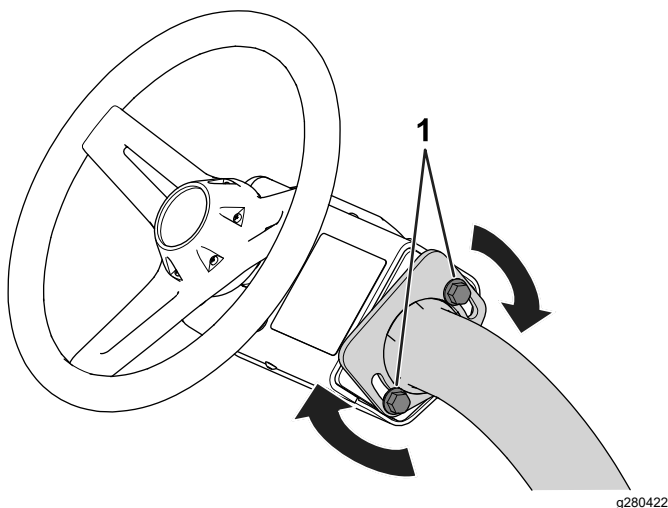

Figure 26
1. Desserrez les boulons (Figure 26) qui fixent le volant au bras de direction.
3. Resserrez les boulons (Figure 26) pour bloquer le volant à la position choisie.